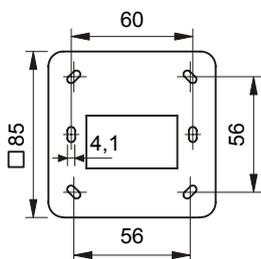

Fig. 5
2. Mount the base plate (Fig. 5) on the wall or a recess box with 2 ... 4 screws (ø max. 4 mm).
2. Grundplatte (Fig. 5) mit 2 ... 4 Schrauben \varnothing max. 4 mm auf Wand oder UP-Dosen montieren.
2. Fixer la plaque de base (Fig. 5) sur la paroi ou la boîte à encastrer au moyen de 2 ... 4 vis \varnothing max. 4 mm.